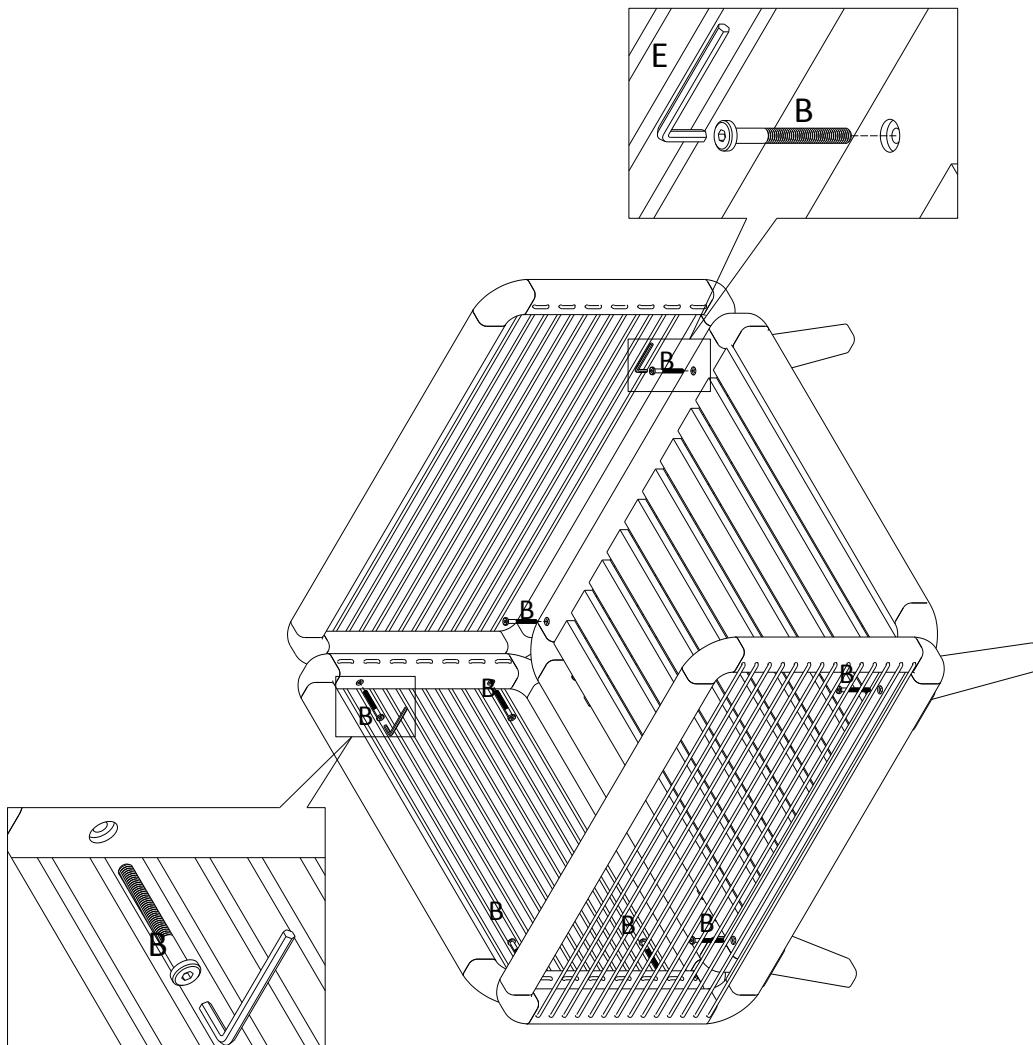

Figure 4.
4. Insert 4 pcs of Bolts (B) into the holes of the Seat Rest Frame (I) to secure the Legs (J), lightly tighten with the Allen Key (E). Insert 4 pcs bolts (B) into the holes of the Back Rest Frame (G) to secure the Right Armrest Frame (K) and Left Armrest Frame (H), lightly tighten with the Allen Key (E) as shown on figure 4. When all components are in place, **fully tighten all bolts**.
4. Insérer 4 boulons (B) dans les trous de l'assise (I) pour fixer les pieds (J), puis les serrer légèrement avec la clé Allen (E). Insérer 4 boulons (B) dans les trous du cadre du dossier (G) pour fixer le cadre de l'accoudoir droit (K) et le cadre de l'accoudoir gauche (H), puis les serrer légèrement avec la clé Allen (E) comme illustré dans la figure 4. Lorsque tous les composants sont en place, **serrer complètement tous les boulons**. Saisir fermement le fauteuil et le retourner. Fournie comme l'illustre la figure 4.